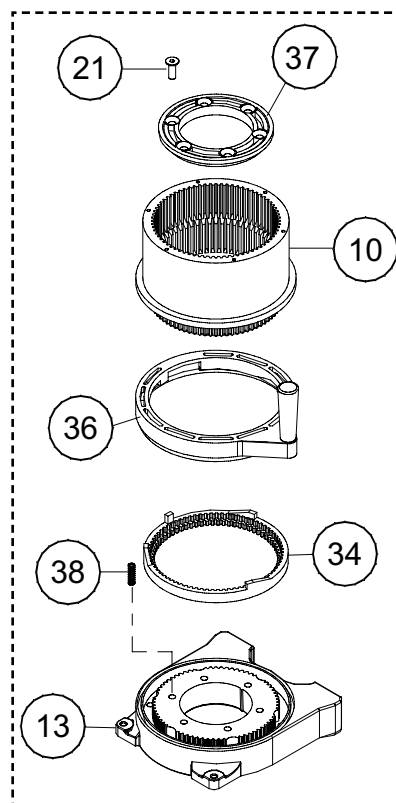
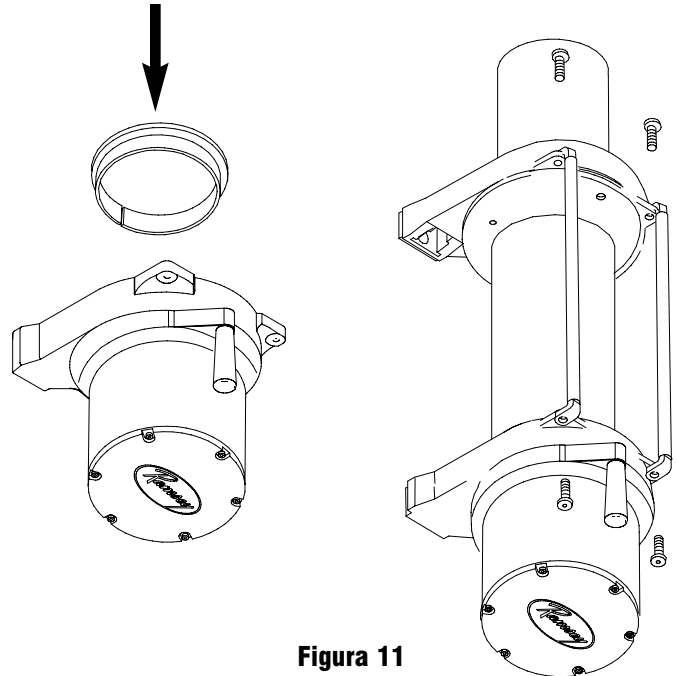

Figura 8
Figura 11
8. Ensamble de nuevo la Caja de Engranajes como se muestra en la Figura 8. Asegúrese que el anillo retén esté colocado con el indicador de parada en el punto marcado. Los tornillos (ítem #38) del retenedor deben apretarse a 40-45 in-lbs. **No los apriete demasiado.**
9. Coloque la Caja de Engranajes sobre los engranajes apilados que usted quitó en el paso 3. Con cuidado coloque la caja sobre los engranajes, girándola según se requiera para hacer coincidir los engranajes planetarios con el engranaje anular en la caja. Una vez que estén todos dentro de la caja, voltee el conjunto. Alinee la Tapa de la Caja de Engranajes y la empacadura con los orificios en el engranaje anular. Coloque los (6) tornillos que sostienen la Tapa de la Caja de Engranajes a la Caja. Apriete en forma segura.
11. Voltee la Caja de Engranajes y colóquela en la mesa de trabajo con la Tapa hacia abajo. Véase la Figura 11.
13. Coloque las barras de sujeción en el motor y engranaje y sujételas utilizando (4) tornillos. Apriete en forma segura.